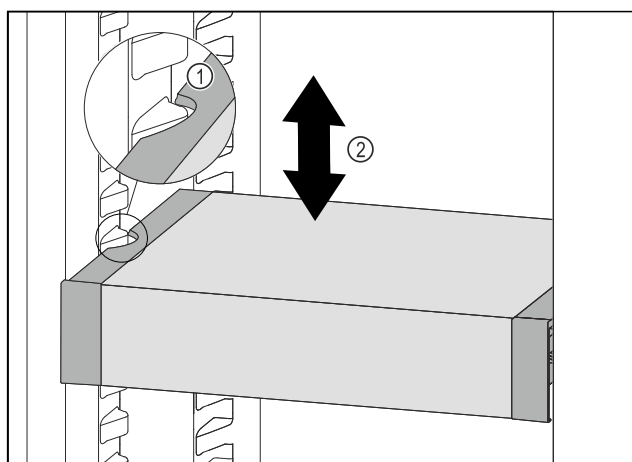

Fig. 75
- ▶ Táhněte VarioSafe dopředu, dokud nebudou boční vybrání VarioSafe na úrovni žebrování na nádoby v chladniče. Fig. 75 (1)
- ▶ Posouvejte VarioSafe v chladniče nahoru nebo dolů, dokud nedosáhnete požadované výšky. Fig. 75 (2)